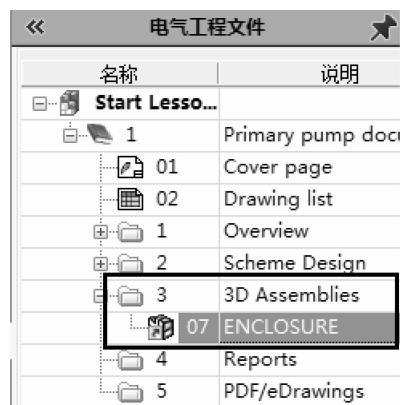

图 10-7 创建装配体
**步骤 7 创建装配体** 单击【确定】，创建新装配体文件，并添加到【电气工程文件】的特定文件夹，如图 10-7 所示。